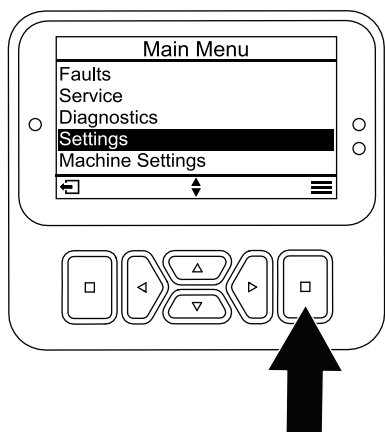

Figura 18
1. En el menú PRINCIPAL, vaya al menú SETTINGS (Ajustes) y pulse el botón de selección (Figura 18).